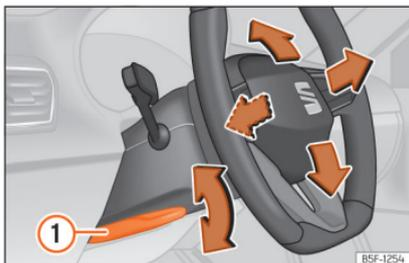

Fig. 9 Alavanca na parte inferior do lado esquerdo da coluna de direção
• Puxe a alavanca »» Fig. 9 ① para baixo, mova o volante até à posição desejada e volte a subir a alavanca até ao ponto de fecho.
- Após ajustar a coluna da direção, empurre firmemente a alavanca »» Fig. 9 ① para cima para que o volante não mude de posição acidentalmente durante a marcha.